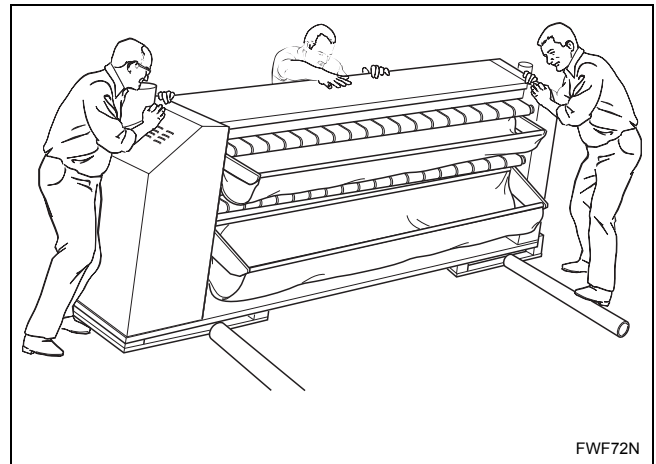

Figura 6
5. Coloque dos rodillos sobre el piso a un lado de la planchadora. Consulte la *Figura 6*.
7. Levante lentamente la planchadora del patín y colóquela sobre los primeros dos rodillos, tenga cuidado de mantener la unidad nivelada. Consulte la *Figura 6*.